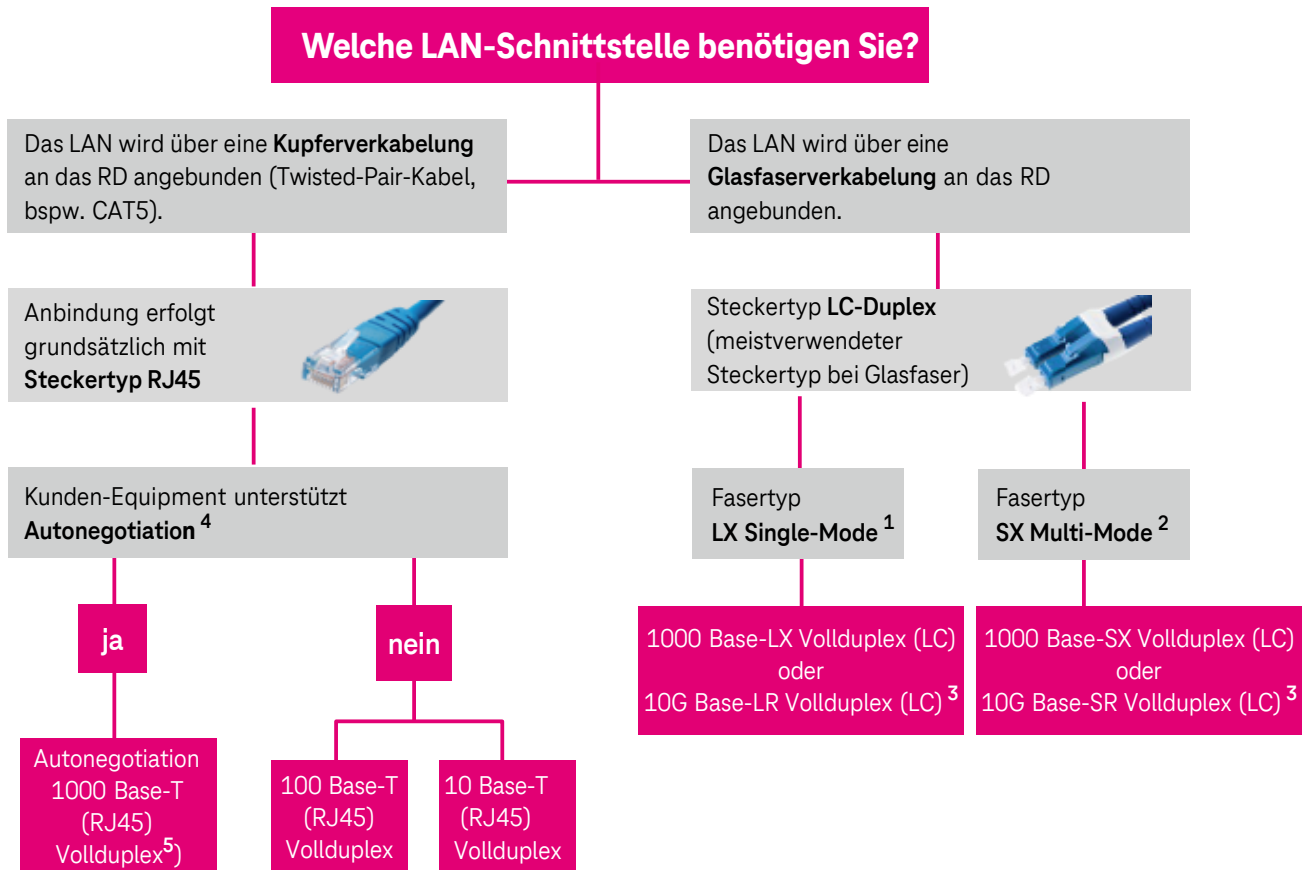

Bild 2: Verfügbare LAN-Port-Typen
Die Schnittstellen zwischen Ihrem LAN und dem Remote Device (RD) müssen zueinander passen. Eine Übersicht der Schnittstellen haben wir für Sie in Bild 2 zusammengestellt. Bitte prüfen Sie noch einmal, ob in Ihrem Auftrag an uns die richtige Schnittstelle angegeben wurde. **Wenn nicht, teilen Sie uns dies bitte umgehend mit.**